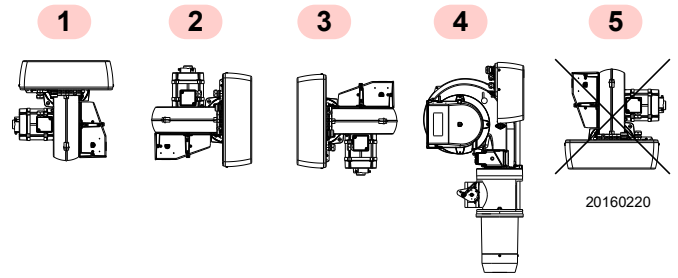

Fig. 10
- Le brûleur n'est prévu que pour fonctionner dans les positions **1, 2, 3 et 4** (Fig. 10).